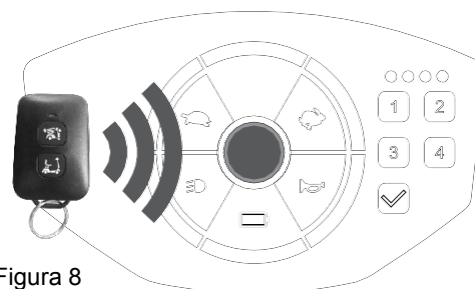

Figura 8
- Para desbloquear, coloque o comando RF no painel (perto do switch de alimentação para um melhor resultado de leitura). (Figura 8)